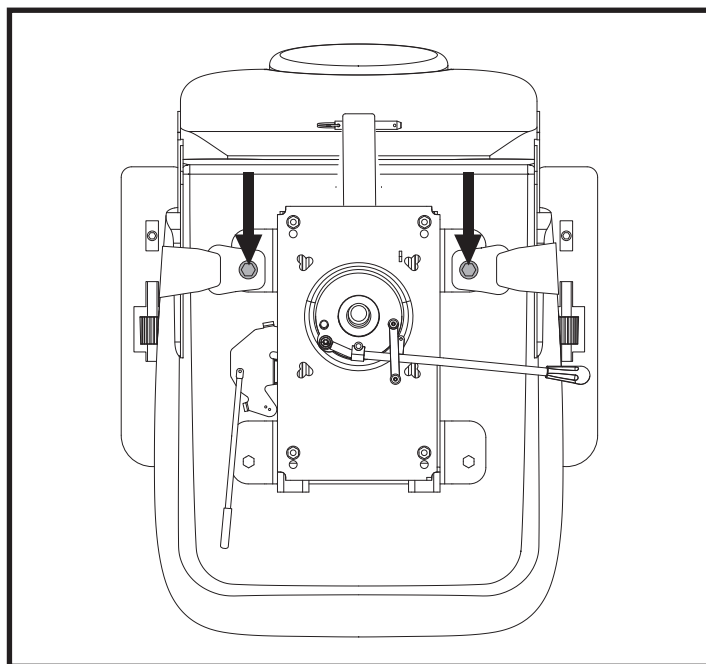

Figura 21. Bulloni per cinture di sicurezza
2. Posizionare la seduta a testa in giù per poter lavorare sulla base della seduta. Vedere figura 21.